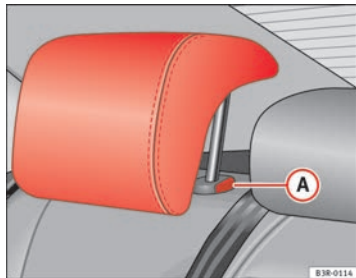

Abb. 5 Hintere Seitenkopfstützen
- Drücken Sie den Knopf (A) ⇒ Abb. 5 und führen Sie die Kopfstütze nach unten.
- Drücken Sie auf die Taste (A) ⇒ Abb. 5 und ziehen Sie gleichzeitig die Kopfstütze heraus.